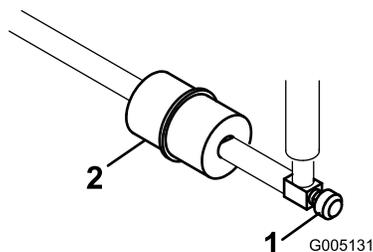

Рисунок 31
Проходной топливный фильтр встроен в топливный трубопровод между топливным баком и карбюратором (Рисунок 31).
1. Закройте клапан отключения подачи топлива (Рисунок 31).
2. Установите под фильтр сливной поддон, ослабьте шланговый хомут на обращенной к карбюратору стороне фильтра и отсоедините топливный трубопровод от фильтра (Рисунок 31).
3. Ослабьте другой шланговый хомут и снимите фильтр (Рисунок 31).